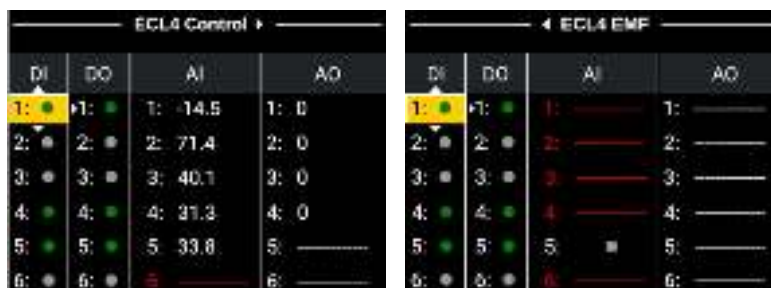
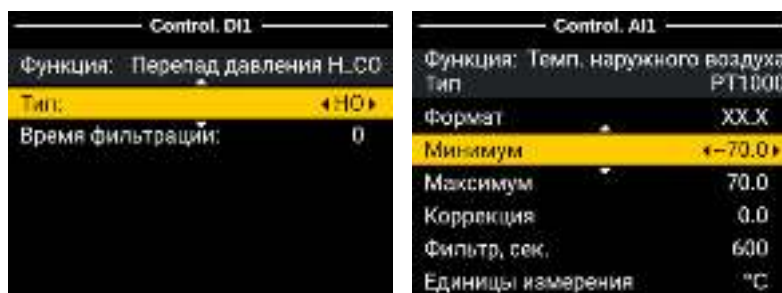

Рис.14. Раздел общего меню «Входы/Выходы».
Рис.15. Пример настроек дискретных и аналоговых входов.
В меню Входы/Выходы в графической форме отображаются все сигнальные входы и выходы контроллера и модуля расширения (Рис.14). При переходе в данное меню сначала открывается страница входов/выходов ECL4 Control. Для просмотра входов/выходов модуля расширения необходимо перемещать курсор вправо, пока не откроется страница ECL4 EMF. Статус дискретных входов отображается цветом точки-индикатора – серый цвет соответствует открытому состоянию, зеленый – замкнутому. Вход AI5 на модуле расширения сконфигурирован под дискретный вход. Для остальных аналоговых входов выводятся текущие значения, в единицах измерения подключенных датчиков. Если показания со входа AI выходят за настроенные пределы, то соответствующее поле отобразится в виде красной мигающей пунктирной линии.
После нажатия «Ввода» на поле выбранного входа/выхода в общей таблице (Рис.14), открываются меню просмотра и редактирования (на разблокированном контроллере) индивидуальных настроек входов/выходов (Рис.15). На странице настройки дискретного входа (DI) можно изменить тип входа по умолчанию – нормально открытый (НО) или нормально закрытый (НЗ). Срабатыванием дискретного входа в логике программы считается изменение состояния по умолчанию: для нормально открытых входов – это замыкание контактов, для нормально закрытых входов – размыкание контактов. Также может быть индивидуально настроено время фильтрации (по умолчанию – 0с) – сигнал считается сработавшим, если он продержался на входе данного DI в течение времени фильтрации.